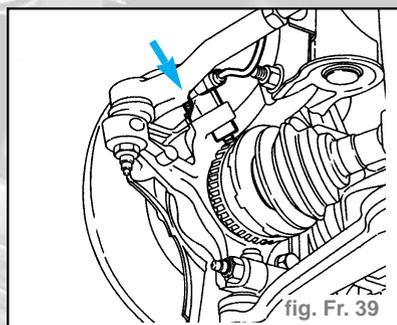

fig. Fr. 39
- Dévisser la vis de fixation du capteur, ensuite l'enlever après l'avoir désolidarisé des étriers de soutien (fig. Fr. 39).